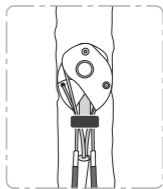

Abbildung 1
- Ziehen Sie an der Fixierung, um die Backen der Klemme zu lösen, und setzen Sie die Totem-Backenklemme mit den Backen nach vorne in die Spalte. Lösen Sie die Fixierung, damit die Backen der Klemme mit dem Fels in Kontakt kommen können. Die Backen der Klemme können am besten greifen, wenn sie weniger als zur Hälfte ausgefahren sind, d. h. so dass sie zwischen 50 % und 90 % geschlossen sind (**siehe Abbildung 1**). Versuchen Sie zu vermeiden, dass sie komplett geschlossen sind, denn so wird es schwer fallen, sie wieder herauszuziehen.